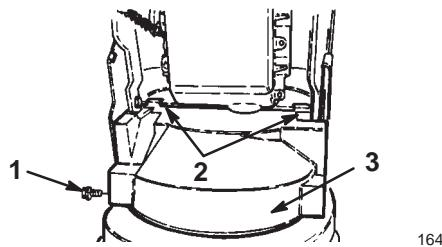

Bild 4
11. Installieren Sie die untere Treibriemenabdeckung an der Unterseite des Gehäuses von Schnecke/Gebläserad und des Motorrahmens, wobei Sie zwei 1 mm Bundbolzen verwenden (Bild 4).